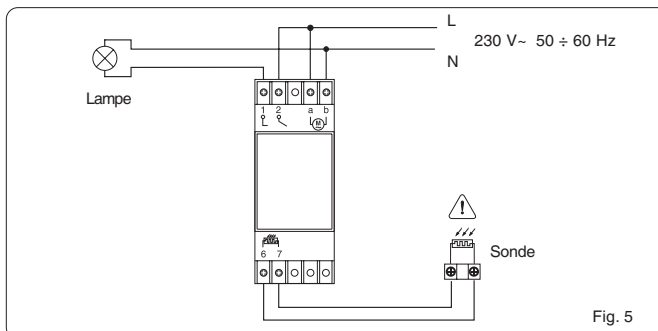

Fig. 5
- Relier la charge de la façon indiquée à la fig. 5:
- Neutre (N) directement sur la lampe
- Passer le câble dans le serre-fils et réaliser les branchements aux bornes (fig. 5).